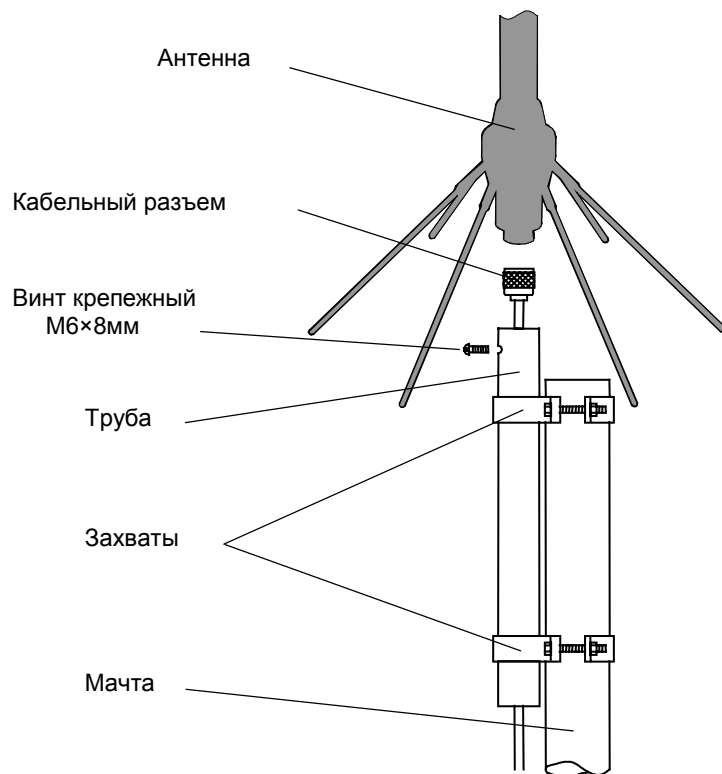

Рис.6
- Правильное расположение захватов на трубе, а также правильное размещение трубы относительно мачты показано на рис. 6.
- Пропустите кабель через трубу и подключите к разъему антенны, надежно затянув гайку кабельного разъема (см. рис. 6).
- Вставьте антенну основанием в трубу и зафиксируйте с помощью крепежного винта М6×8мм (см. рис. 6).
- антенны и кабеля снижения (см. рис. 6);